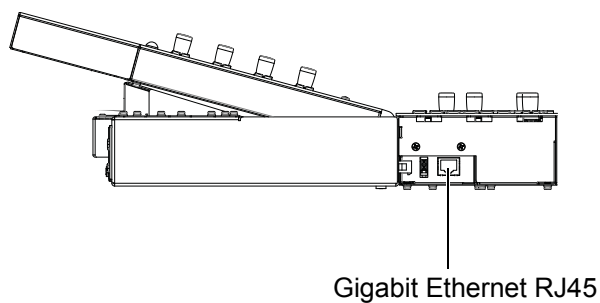

図 34. マスター・モジュールのサイド・パネルの Ethernet ポート
- 2 使用可能なもっとも長い Ethernet ケーブルを、モジュールの側面にある Ethernet ポートにつなぎます（図 34 を参照）：